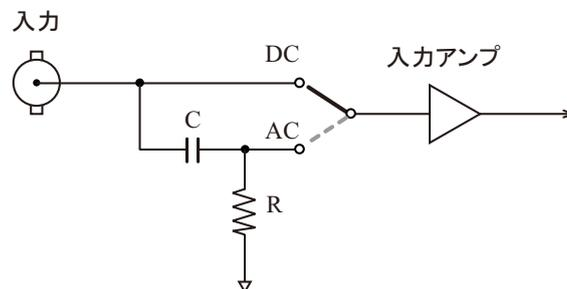

Fig. 1 入力結合
2 番目の AC/DC は、オシロスコープなどでもおなじみの入力アンプへの接続方法の種類で、交流結合 (AC) と直接結合 (DC) の意味です。Fig.1 は、入力部の概略ブロック図で、DC 結合は、文字通り直接アンプに接続され、AC 結合は、通常は 1 次のハイパスフィルタとなっていて、信号の直流成分 (DC) をカットする役目を担っています。